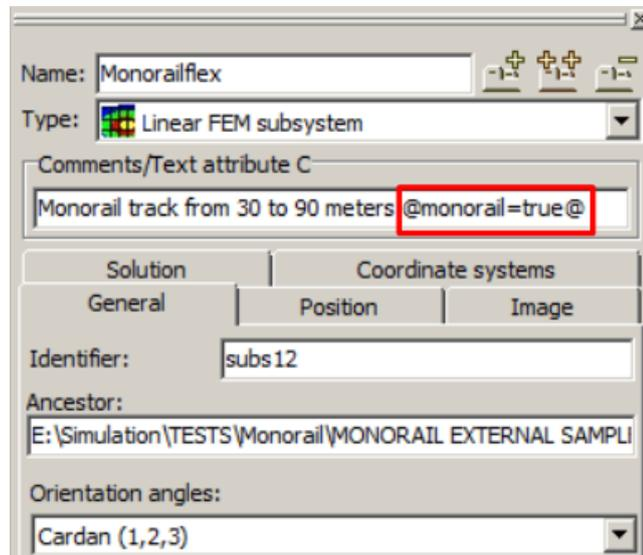

图 005-1 指定调用 FEM/Monorail 模块
- 2、导入桥梁柔性体子结构，并添加备注@monorail=true@（具体参见帮助第 26 章第 37 页），如图 005-1 所示；